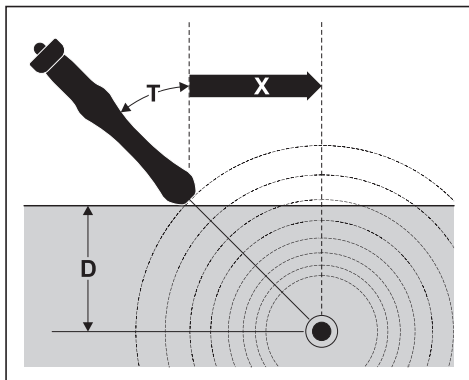

Fig. 22: Détermination de la profondeur de décalage par triangulation
- b) Inclinez le récepteur à un angle T compris entre 10° et 60° (fig. 22).